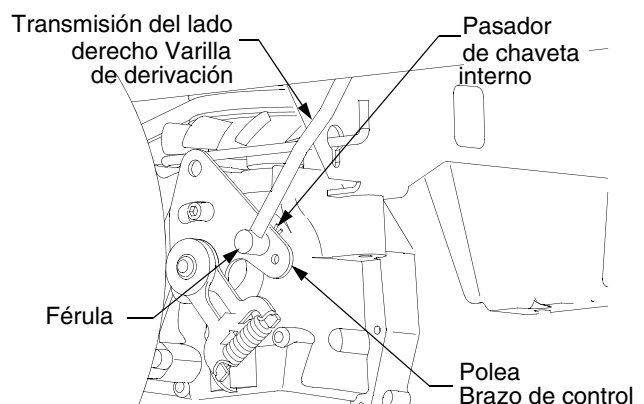

Figura 27
- Si solamente gira una rueda, ubique la varilla de control de transmisión debajo del marco, adelante del neumático trasero. Si las dos ruedas rotan, ubique las dos varillas de control. Vea Figura 27.